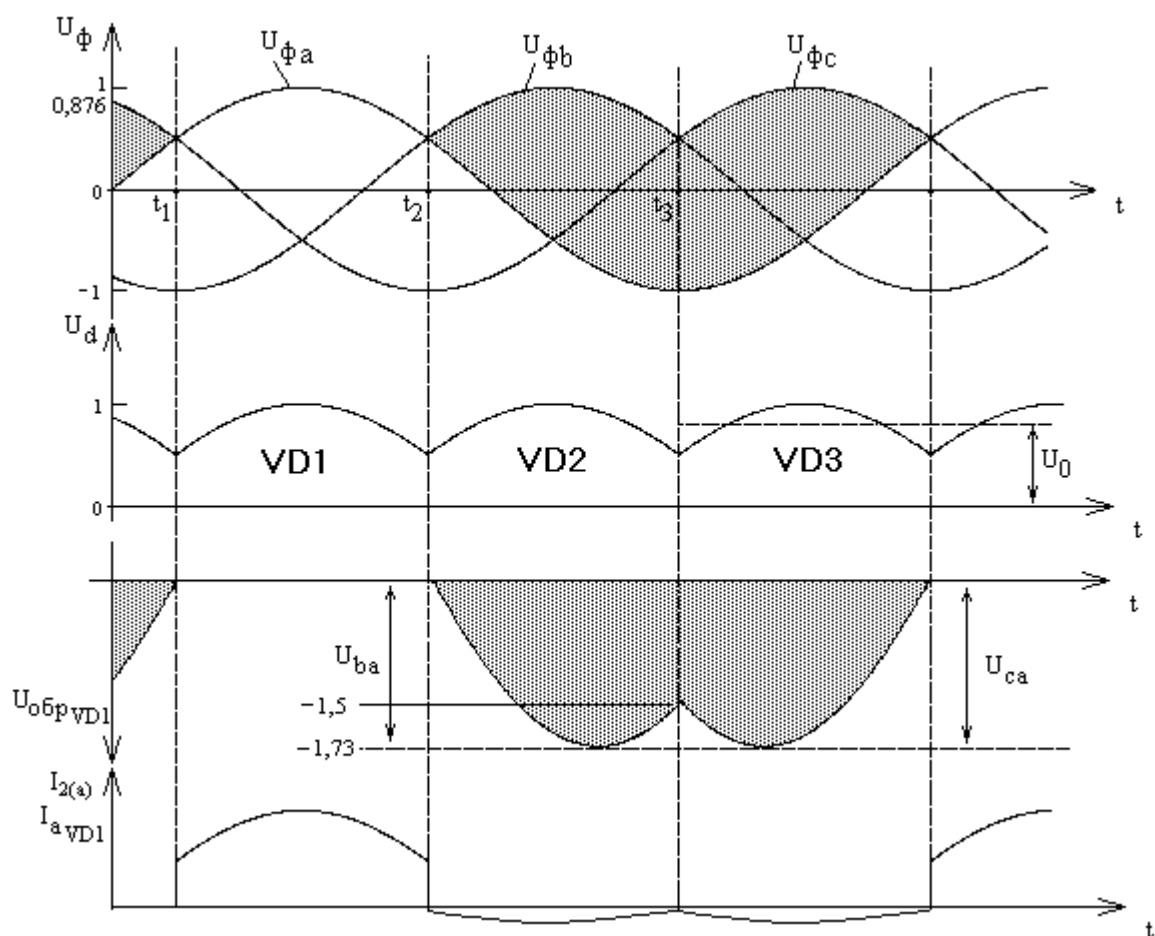

Рис. 1.2. Графики зависимостей для токов и напряжений различных цепей схемы выпрямления трехфазного выпрямителя с нулевой точкой.
2. Анализируем графики токов и напряжений выпрямителя (рисунок 1.2).